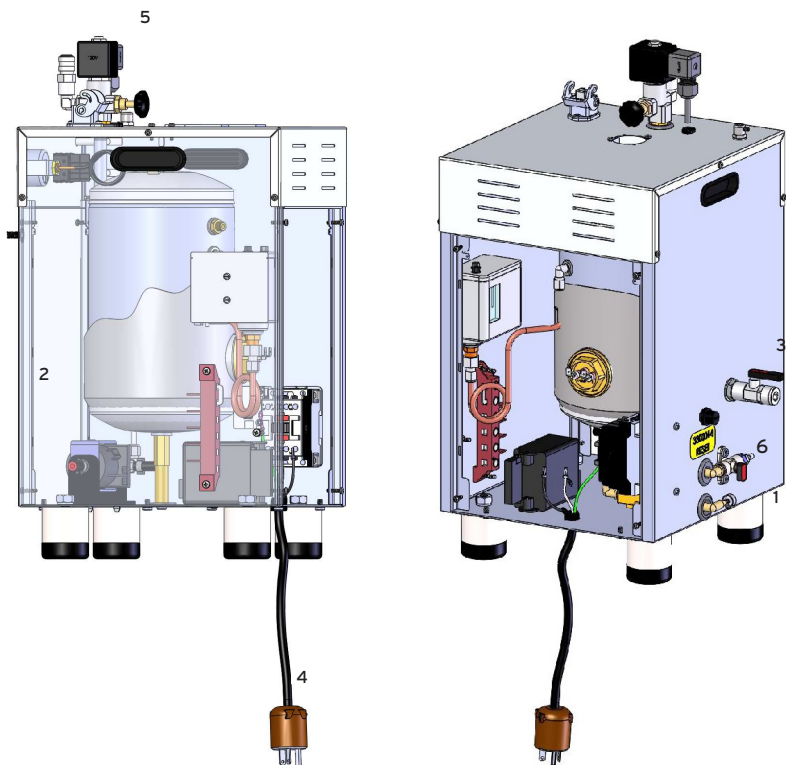

Fig. 5
1. Raccord d'eau (robinet avec support de tuyauterie); le générateur de vapeur sera connecté au robinet avec le support de tuyauterie appelé L'ARRIVÉE D'EAU (fig. 5 #1), placé sur le chauffe-eau au moyen d'un tube en caoutchouc qui doit avoir une capacité de pression d'au moins 100 lbs. Ce tube en caoutchouc doit être fermement fixé avec 2 colliers de serrage. (NB : avant d'insérer le tube en caoutchouc dans le d'entrée d'eau flush, vous devez verser quelques litres d'eau pour nettoyer le conduit).
- Après la mise sous tension du chauffe-eau (A) et des fers (B), attendez que le témoin lumineux vert du chauffe-eau s'éteigne (C) et que le manomètre indique 50-60 lbs. À ce stade, saisissez le fer par la poignée en liège et appuyez sur le bouton de vapeur 3 ou 4 fois, afin que la vapeur sorte : cette opération doit être effectuée afin de chauffer le tuyau qui amène la vapeur jusqu'au fer. De cette façon, vous éviterez également que de petites gouttes d'eau tombent (le fer à vapeur doit toujours être maintenu de manière à ne pas blesser l'opérateur).
- Pour réguler le débit de vapeur, ajustez le robinet de réglage de la vapeur (fig. 5 #6).
- Après cette opération, le chauffe-eau est prêt à l'emploi. Pendant le repassage, le témoin lumineux « vapeur prête » s'allume et s'éteint (C)